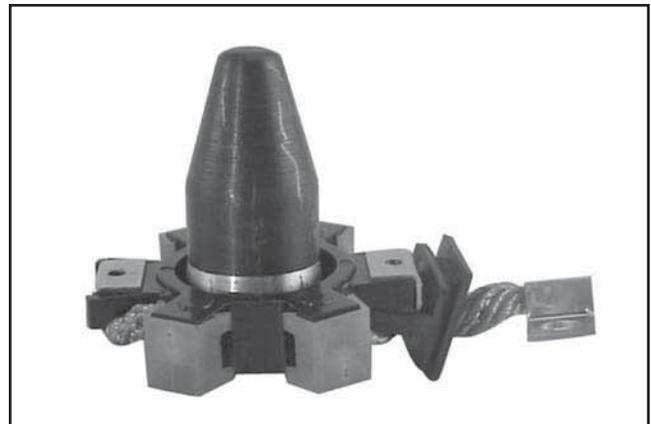

Figure 8-69. Outil d'installation des balais avec extension.
- c. Installer les ressorts des balais et mettre en place les quatre coupelles d'arrêt. Voir la Figure 8-69.